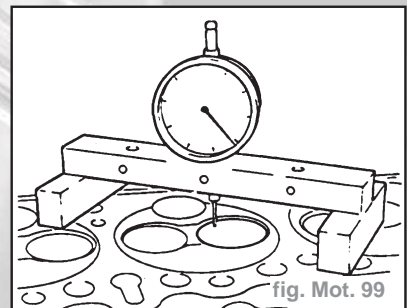

fig. Mot. 99
- Positionner le toucheau du comparateur et mettre le cadran à zéro (fig. Mot. 99).